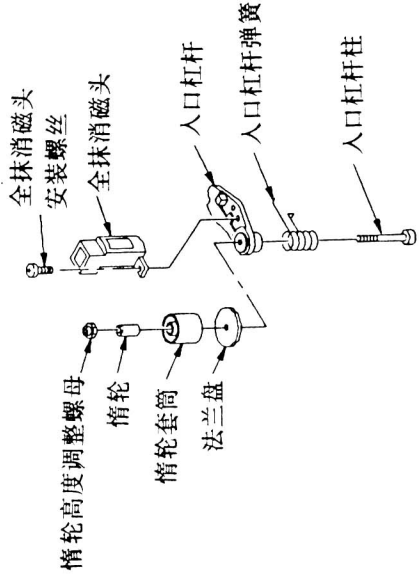

图35
- 步骤: ①拔出连接全抹消磁头的2P连接插头;
②如图35所示,旋下全抹消磁头固定螺丝,将全抹消磁头取出;
③更换新的全抹消磁头并拧紧全抹消磁头的固定螺丝;
④将2P连接插头插上;
⑤安装完毕后,须进行磁带行走系统的检查和调整。
- 步骤: ①旋下惰轮高度调节螺母,并按图35所示更换惰轮(在旋出螺母之前,记录下高出螺母表面的螺纹数);
②重新安装惰轮时,按上述相反的步骤进行;
③安装完毕后,须进行磁带行走系统的检查和调整。